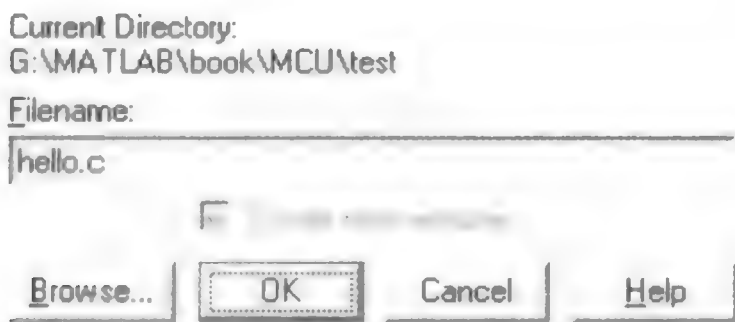

图 5.3.10 添加源代码文件
(4) 单击图标,为当前工程新增一个源代码文件,例如 hello.c,如图 5.3.10 所示。